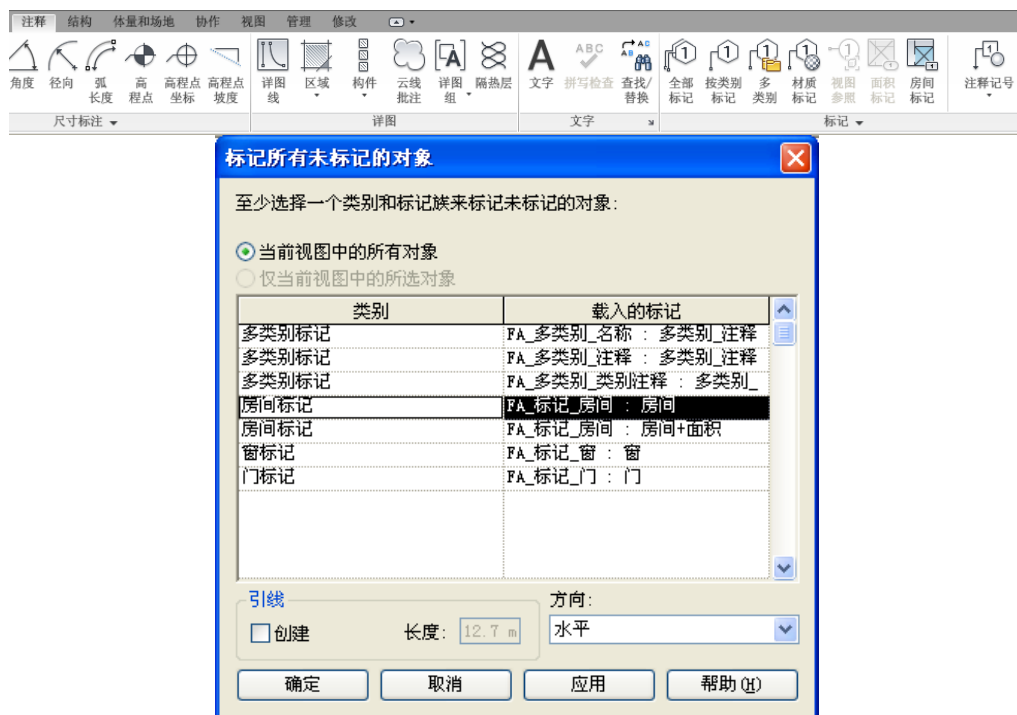

图 5-74
- 13) 点击“注释”选项卡>“标记”面板>“全部标记”按钮，在弹出对话框中选择“房间标记”-“FA\_标记\_房间：房间”，点击“确定”完成添加（如图 5-74 所示）。